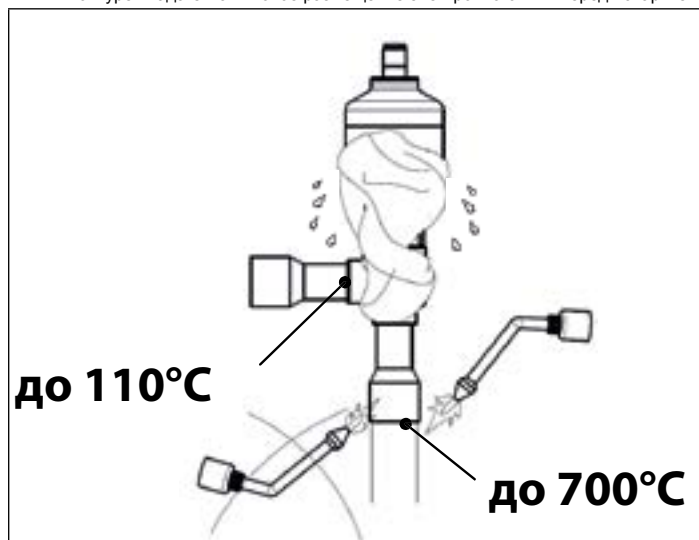

Рис. 2.
- д. Во время этой операции накройте клапан мокрой тряпкой и не направляйте пламя горелки на корпус клапана. (Смотри РИС. 2).